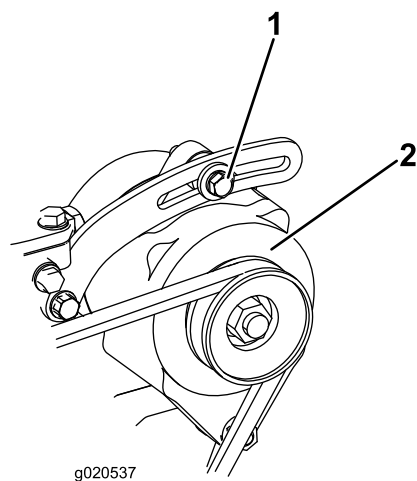

図 141
1. たわみが 10 mm でない場合には、オルタネータ取り付けボルトをゆるめる図 141。